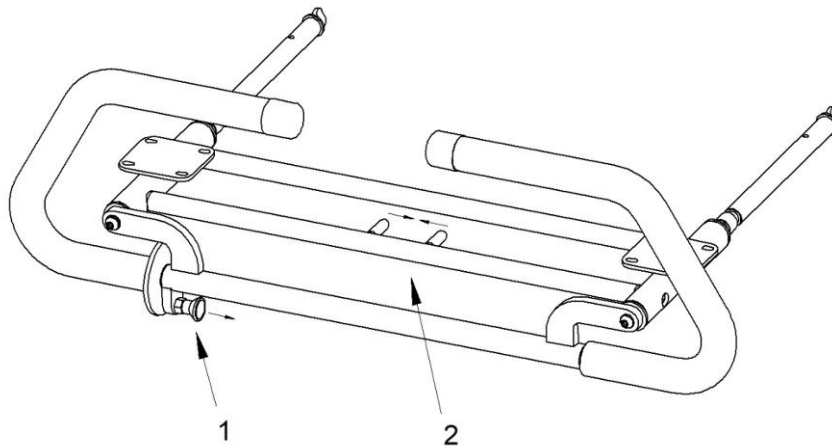

Abbildung Nr. 5 - Regulierung des Griffs zur Unterstützung der Traktion
Die TRITON 6E Liege ist mit einem Halter zur Unterstützung des Traktionsprozesses ausgestattet (Abbildung Nr. 5). Um den Neigungswinkel des Halters zu ändern, ist der Drehknopf (1) zu ziehen und der Halter in die gewünschte Position zu bringen. Um die horizontale Lage des Griffs zu ändern, sind die Bolzen (2) gemäß den Pfeilen auf der Abbildung zueinander zu schieben und der Griff in die gewünschte Position zu bringen.